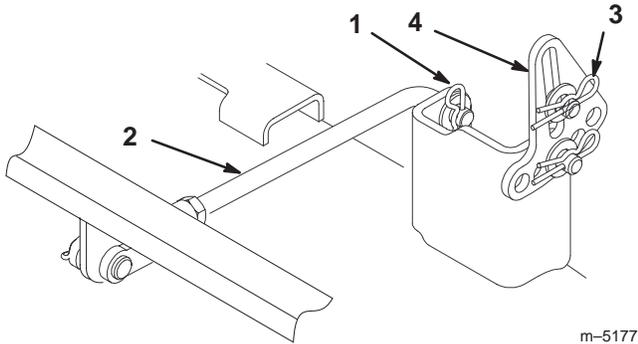

Figure 45
4. Retirez la goupille fendue et la rondelle du tourillon arrière (Fig. 45) de chaque côté du plateau de coupe.
5. Enlevez la goupille fendue et la rondelle des pattes de mise à niveau (Fig. 45) de chaque côté du plateau de coupe. Notez le trou de montage de la patte de mise à niveau en prévision de la repose. Dégagez les pattes de l'axe de montage.
4. Fixez le tourillon arrière à la machine à l'aide de la rondelle et de la goupille fendue (Fig. 45) de chaque côté du plateau de coupe.
5. Glissez les pattes de mise à niveau sur les axes de montage et fixez-les à l'aide des rondelles et des goupilles fendues (Fig. 45).